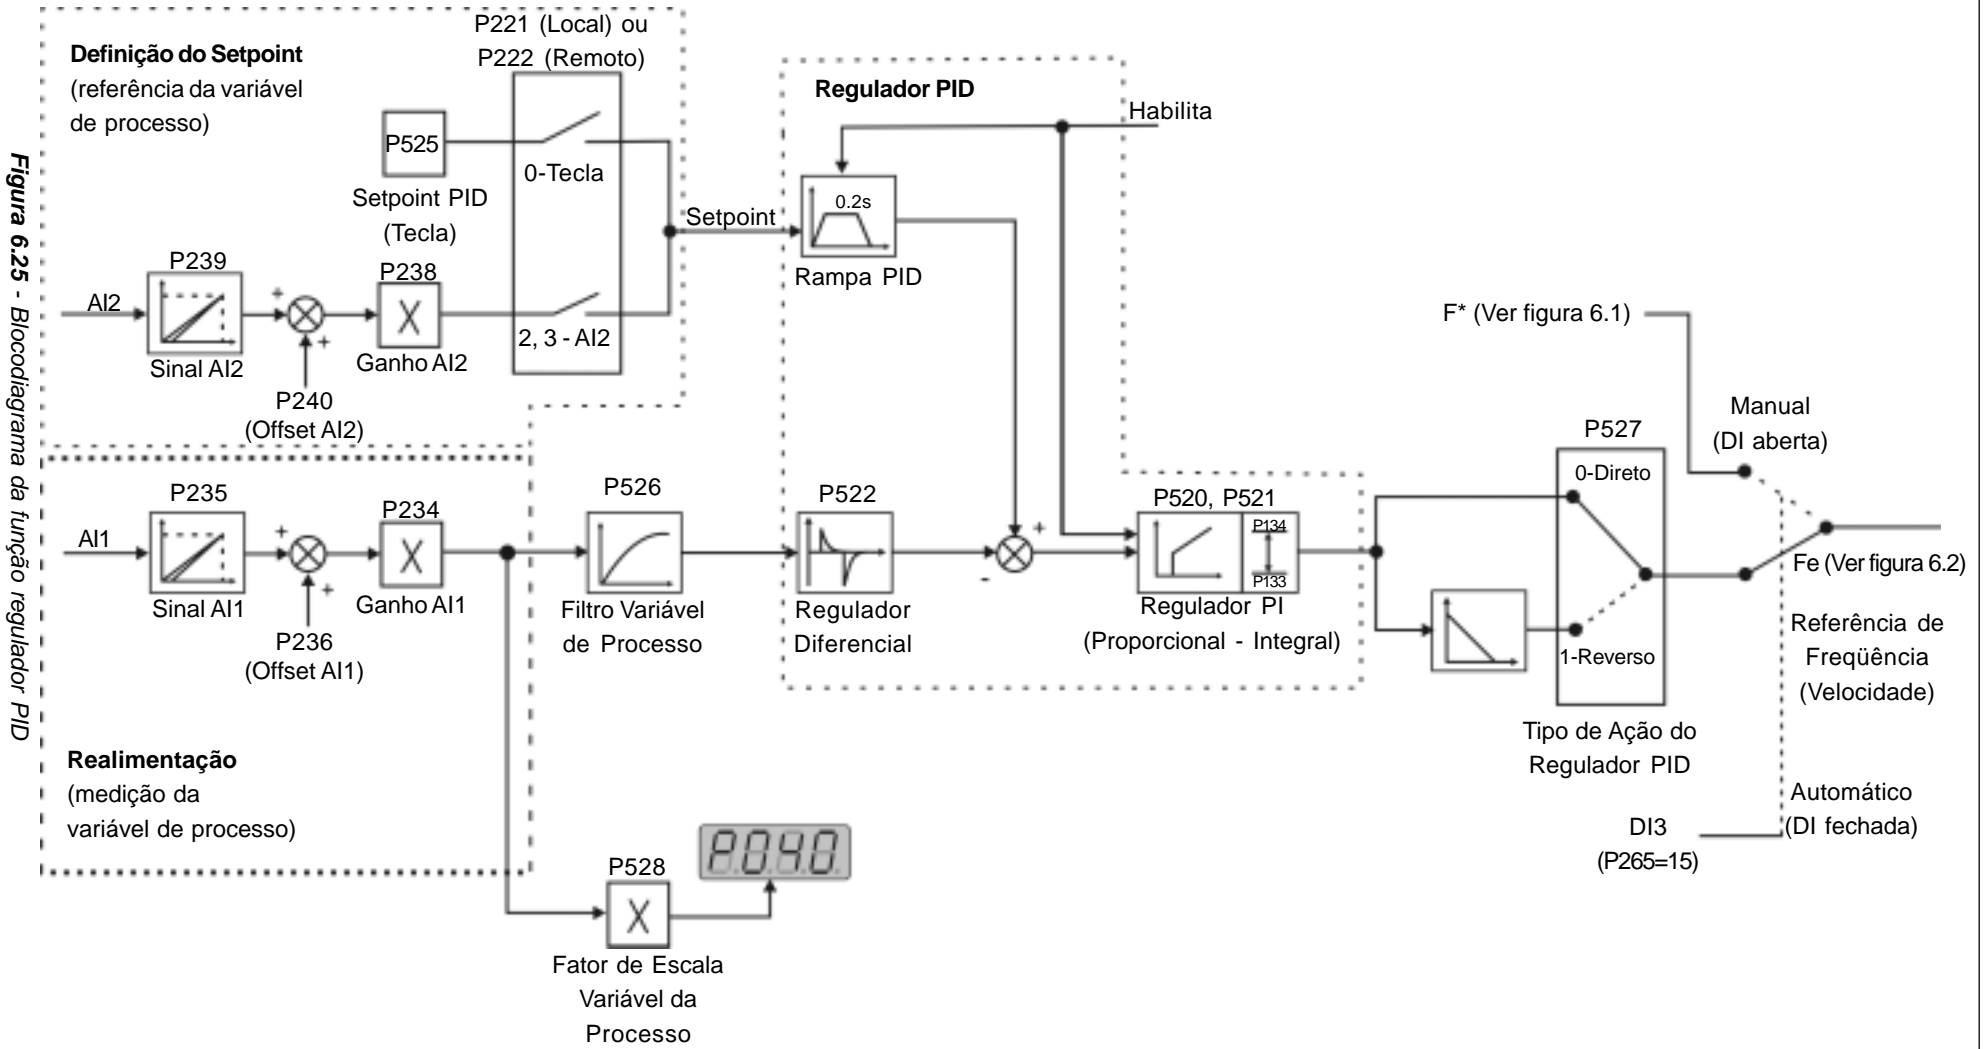

Figura 6.25 - Blocodiagrama da função regulador PID
- ☑ A figura 6.25 apresenta uma representação esquemática da função regulador PID.